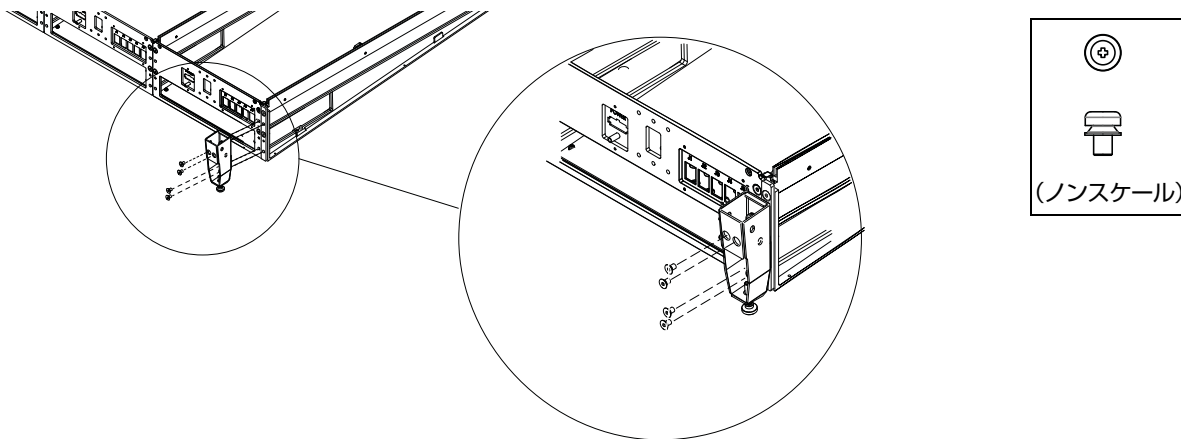

図 22. フレームの背面の端に後脚を取り付ける
- フレームの左端と右端にあるスペーサー・バーと、それに隣接する背面タイ・プレートに、脚を取り付けます（図 22 を参照）。